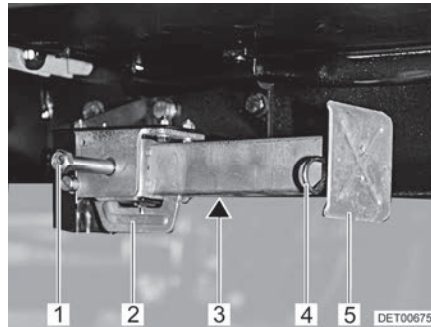

Bild 39 Hubstütze
- Am Sechskant (Bild 39,1) den Steckschlüssel aufstecken und drehen, bis die Hubstütze senkrecht nach unten steht.
- Wenn die Länge der Hubstütze verstellbar ist, den Splint (Bild 39,4) aus der Stützfußverlängerung (Bild 39,5) herausziehen.
- Am Sechskant (Bild 39,1) den Steckschlüssel aufstecken und drehen, bis die Hubstütze wieder vom Boden frei ist.
- Stützfußverlängerung (Bild 39,5) ganz einschieben und Splint (Bild 39,4) in die vorgesehene Bohrung an der Stützfußverlängerung stecken.
- Am Sechskant (Bild 39,1) drehen, bis die Hubstütze nach oben geschwenkt ist und die Führung (Bild 39,2) ganz am Ende des Schlitzes (Bild 39,3) ansteht.